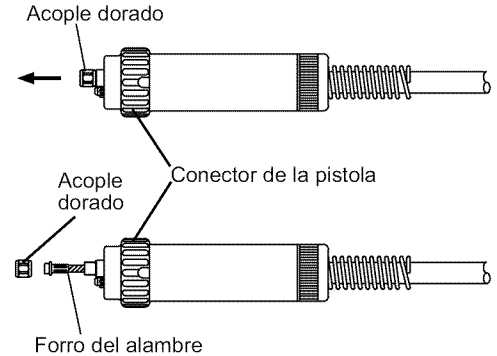

Figura 21. Reemplazo del forro del alambre
El propósito es unir piezas de metal con puntos en vez de cordones de soldadura. Hay tres métodos de soldadura de puntos: perforación térmica (Burn-Through), perforación mecánica y relleno (Punched and Fill) y traslape (Lap) (ver la Figura 21). Cada método tiene ventajas y desventajas que dependen de la aplicación específica y la preferencia personal.
3. Usando una llave de 12mm, afloje y quite el adaptador dorado que sale del extremo del conector de la pistola (Ver Figura 21).